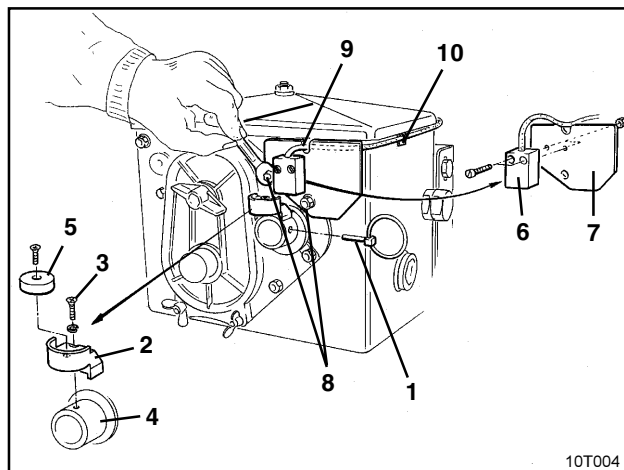

Fig. 9.1
- ☐ Klappstecker (Fig. 9.1/1, verbindet Rührwelle mit Antrieb) entfernen.
- ☐ Magnethalter (Fig. 9.1/2) mit Schneidschraube M4 x 10 (Fig. 9.1/3) und Federring an der Getriebeshohlwelle (Fig. 9.1/4) anschrauben.
- ☐ Magnet (Fig. 9.1/5) mit einer Schneidschraube M4 x 10 am Magnethalter anschrauben.
- ☐ Sensor (Fig. 9.1/6) am Sensorhalter (Fig. 9.1/7) anschrauben.
- ☐ Sensorhalter (Fig. 9.1/7) mit zwei Gehäusemutter (Fig. 9.1/8) am Getriebe anschrauben.
- ☐ Sensorkabel (Fig. 9.1/9) zur Schlepperkabine verlegen.
Kabel an der Sämaschine mit Klebeplatten (Fig. 9.1/10) und Kabelbindern befestigen. Die Klebeflächen müssen fettfrei und sauber sein.
- ☐ Klappstecker (Fig. 9.1/1) in die Getriebehohlwelle stecken.